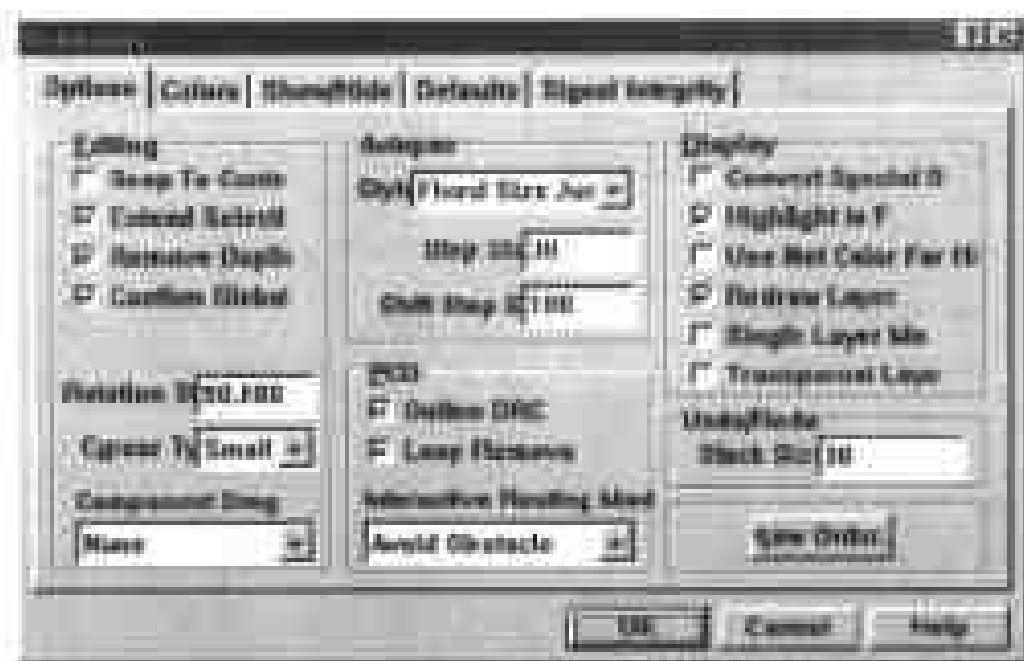
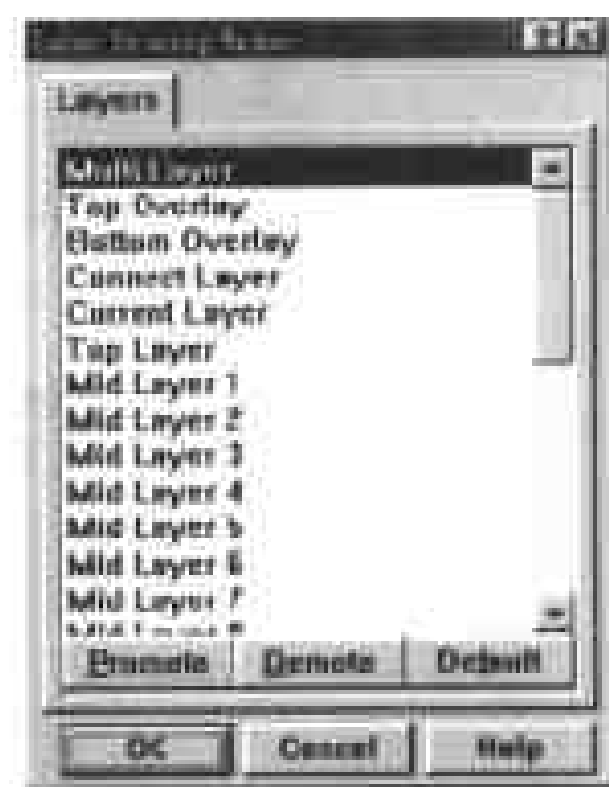

图 6-6 设置功能属性
图 6-7 设置层面绘制顺序
(1) 选择 Tools > Preferences,弹出 Preferences 对话框,在弹出的对话框中单击 Options 标签,显示出设置各种功能参数的选项,如图 6-6 所示。
(2) 首先在 Editing 选区中提供了 4 个复选框,供用户设置编辑功能的属性参数,这 4 个复选框的功能如下:
(10) 在对话框 Undo/Redo 选区的 Stack Size 选项输入框中填入数值,设置 Undo/Redo 的次数,默认的设置是 30。
(11) 单击对话框右下角的 Draw Order 命令按钮,弹出如图 6-7 所示的对话框,在此对话框中用户可以根据需要调整绘制层面的顺序,设置完成后单击 OK 命令按钮,返回如图 6-6 所示的 Preferences 对话框中。
设置工作层面显示颜色的操作方法比较简单,在如图 6-6 所示的对话框中单击顶部的 Colors 标签,即可在对话框中显示出设置颜色的选项,如图 6-8 所示。